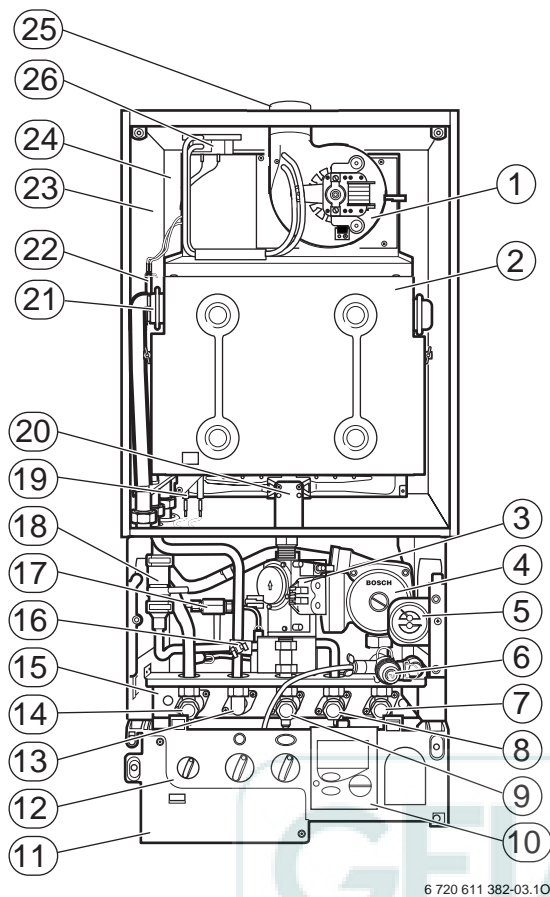

Fig. 20 Struttura dell'apparecchio, Eurotronic in posizione di manutenzione
- ▶ Aprire il rubinetto d'acqua fredda sanitaria (8) ed eseguire l'operazione di spurgo presso tutti i rubinetti d'acqua calda delle varie utenze.
- ▶ Aprire i due rubinetti del circuito riscaldamento (7 e 14 nella fig. 20).